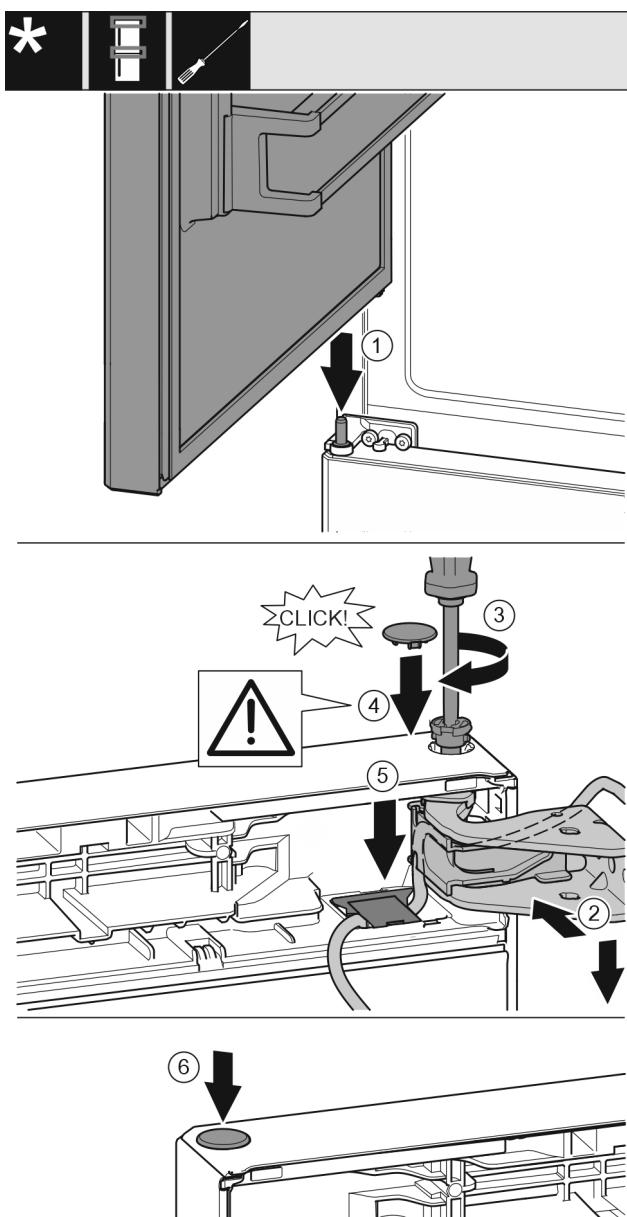

Fig. 30
- Встановлення верхніх дверцят на середній опорний палець Fig. 30 (1)
- Вирівняйте дверцята зверху по отвору в опорному кронштейні. Fig. 30 (2)
- Вставте палець та закрутіть за допомогою викрутки T15. Fig. 30 (3)
- Встановіть захисну кришку для захисту дверцят: вставте захисну кришку і проконтролюйте, щоб вона прилягала до дверцят. Якщо це не так, повністю вставте палець. Fig. 30 (4)
- Вставити кришку та натиснути донизу, поки вона не зафіксується. Fig. 30 (5)
- Вставте пробку. Fig. 30 (6)